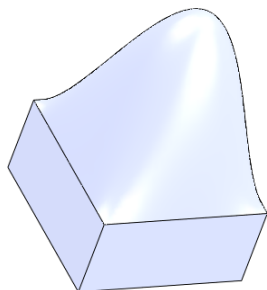

图 6-162 圆顶特征
- 03 单击对话框中的 【确定】按钮，完成圆顶操作，如图 6-162 所示。